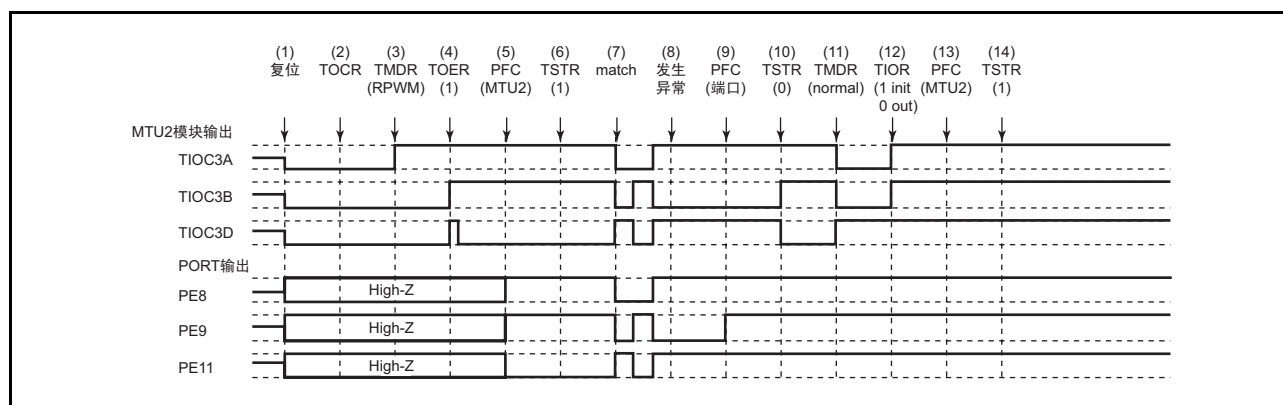

图 10.161 在复位同步 PWM 模式中发生异常并在正常模式中恢复
在复位同步 PWM 模式中发生异常，重新设定后在正常模式中重新开始时的说明如图 10.161 所示。
- (1) ~ (10) 与图 10.161 相同。
- (11) 必须设定 PWM 模式 1 (MTU2 输出的正相为低电平, 反相为高电平)。
- (12) 通过 TIOR 初始化引脚 (在 PWM 模式 1 中不初始化 TIOC*B)。
- (13) 必须通过 PFC 设定为 MTU2 输出。
- (14) 通过 TSTR 重新开始。
(28) 在复位同步 PWM 模式的运行中发生异常并在互补 PWM 模式中重新开始时的运行
- (11) 必须通过 TOER 禁止通道 3、4 的输出。
- (12) 必须通过 TOCR 选择互补 PWM 的输出电平并允许或者禁止周期输出。
- (13) 设定互补 PWM (MTU2 的周期输出引脚为低电平)。
- (14) 必须通过 TOER 允许通道 3、4 的输出。
- (15) 必须通过 PFC 设定为 MTU2 输出。
- (16) 通过 TSTR 重新开始。
(29) 在复位同步 PWM 模式的运行中发生异常并在复位同步 PWM 模式中重新开始时的运行
- (11) 必须通过 PFC 设定为 MTU2 输出。
- (12) 通过 TSTR 重新开始。
- (13) 通过产生比较匹配，输出复位同步 PWM 波形。